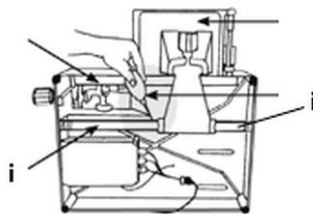

Рис. 16
3. Нанести трохи машинного мастила на обидва кінці осі візка (i) (рис. 16).